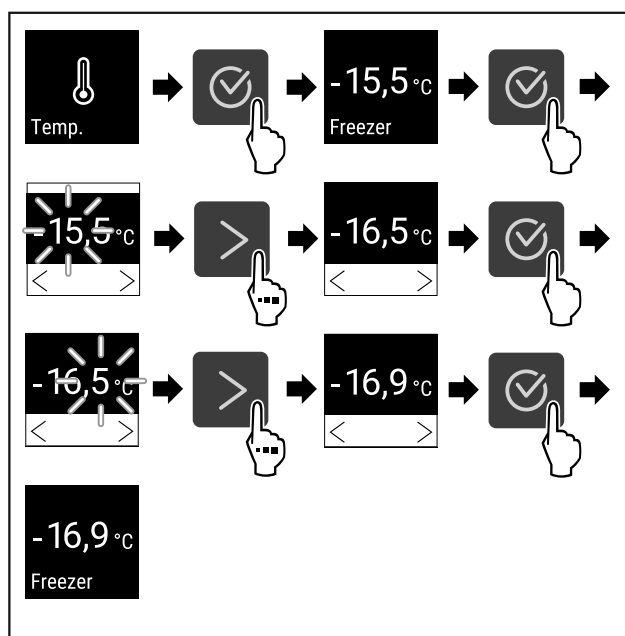

Fig. 66 Temperatuurwissel van -15,5 °C tot -16,9 °C
► Stappen (zie Fig. 66) uitvoeren.